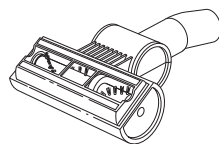

Fig. 28
- 3 Retournez la brosse rotative pour inspecter la pièce rotative; à l'aide de ciseaux, coupez les accumulations de cheveux et de fils entourant la brosse rotative. **(Fig. 28)**